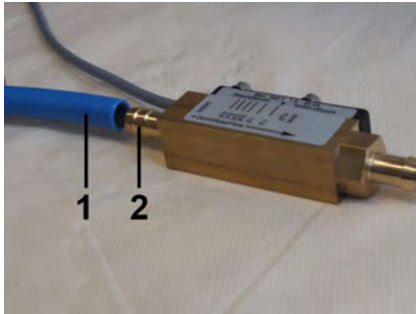

Abb. 9: Schlauch anschliessen
1. ➤ Den Leitungsschlauch (Eingang) (Abb. 9/1) an die Anschluss Schlauchtülle (Eingang) (Abb. 9/2) ansetzen.